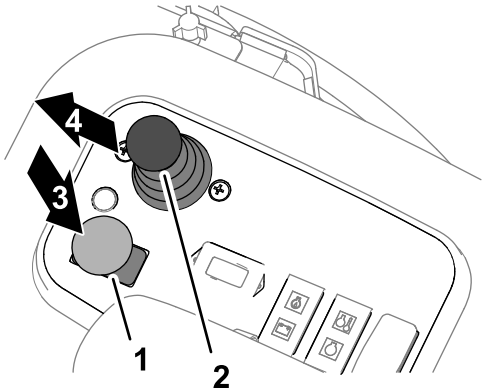

图 50
- 3. 将滚刀组驱动开关按至分离位置图 50。
- 5. 向前移动降下剪草/提升控制杆图 50。